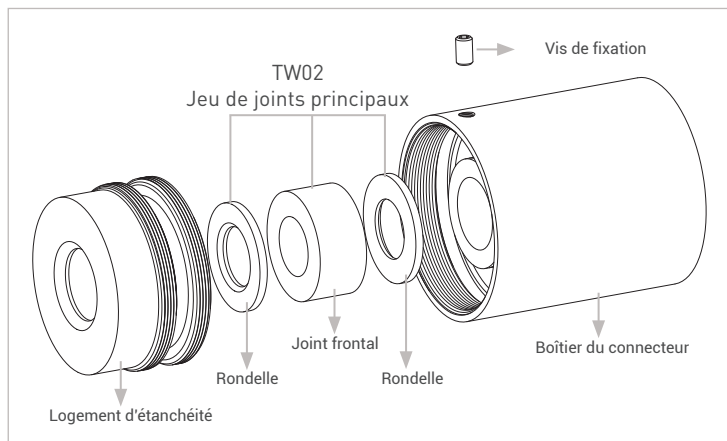

Figure 7
- ▶ Insérez le nouveau jeu de joints principaux, comme décrit sur Figure 7, dans le logement d'étanchéité.